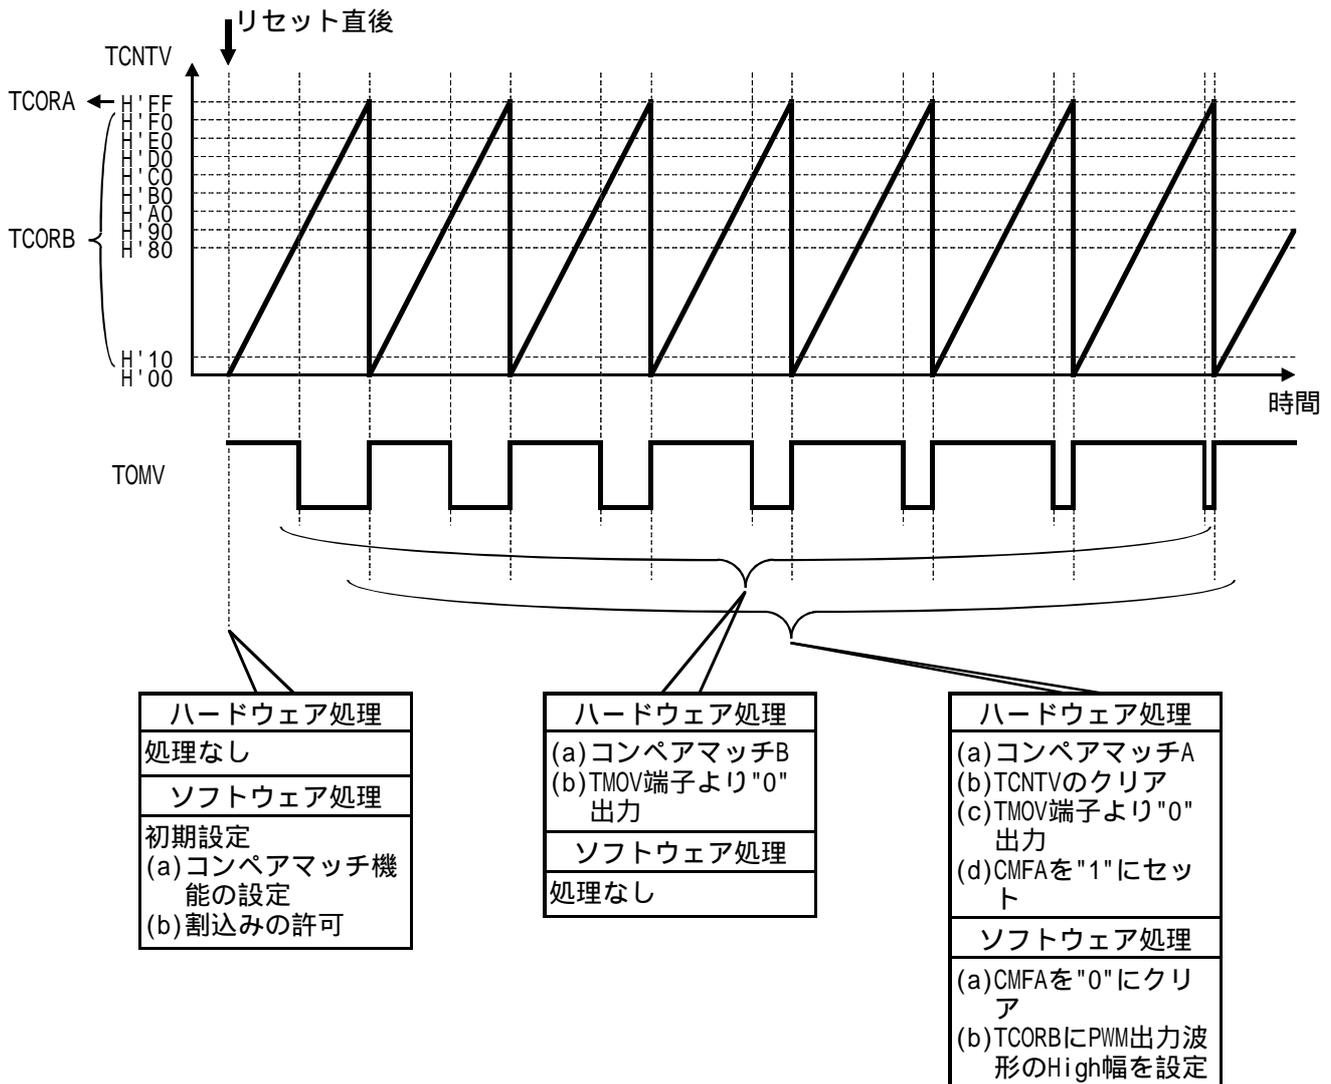

図6 タイマVコンペアマッチ機能によるPWM出力の動作原理
(1) 図6に動作原理を示します。図6に示すようなハードウェア処理、およびソフトウェア処理によりタイマVコンペアマッチ機能によるPWM出力を行ないます。